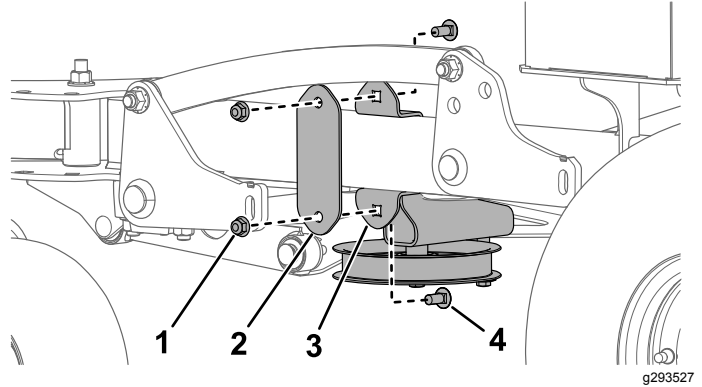

Figura 6
3. Sujete el soporte de montaje al tubo izquierdo del bastidor de la máquina, entre las placas soldadas al tubo, usando la placa, 2 pernos de cuello cuadrado y 2 tuercas (Figura 6). Apriete los pernos a 37–45 N·m (27–33 pies-libra).